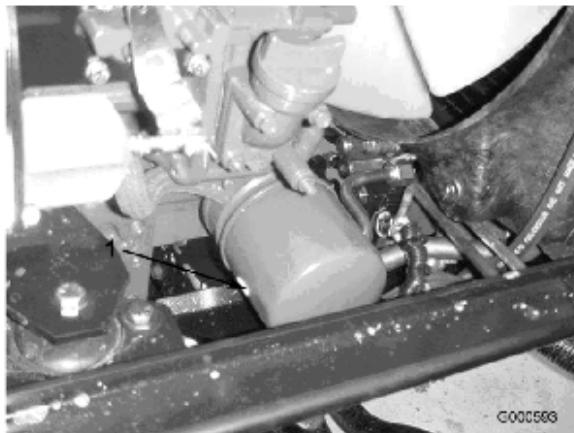

図 32
2. オイルフィルタ（図 32）を外す。新しいフィルタのシールに薄くエンジン・オイルを塗って取り付ける。締めすぎないように注意すること。